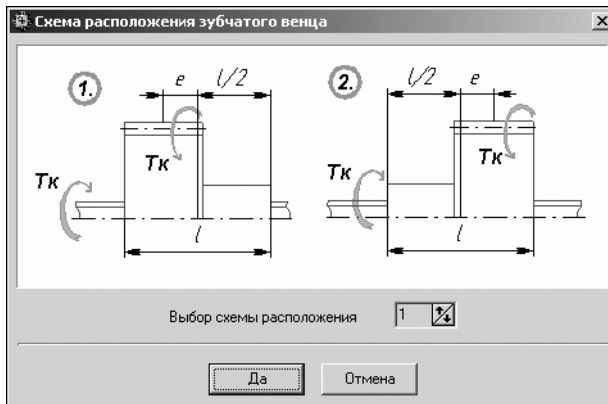

Рис. 4.23.
- Выберите схему расположения зубчатого венца. Для этого нажмите кнопку с изображением книги, введите в открывшемся окне номер нужного варианта (рис. 4.23) и нажмите кнопку **Да**.